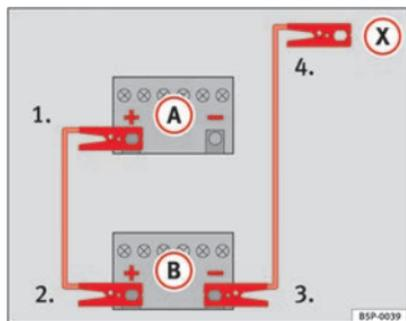
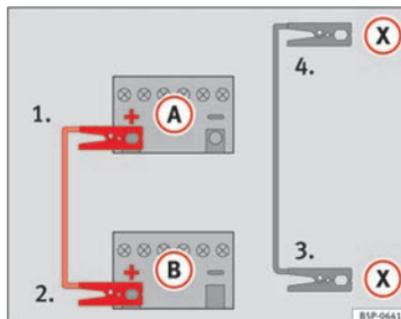

Fig. 173 Esquema de conexión para vehículos sin sistema Start Stop.
Fig. 174 Esquema de conexión para vehículos con sistema Start Stop.
- Emborne un extremo del cable *rojo* de emergencia al polo positivo (+) del vehículo con la batería descargada (A) ⇒ fig. 173.
- Emborne el otro extremo del cable *rojo* de emergencia al polo positivo (+) del vehículo que suministra la corriente (B).
- Emborne un extremo del cable *negro* de emergencia al polo negativo (-) del vehículo que suministra la corriente (B) ⇒ fig. 173.
- Emborne el otro extremo del cable *negro* de emergencia (X), en el vehículo con la batería descargada, a una pieza de metal maciza que vaya atornillada al bloque motor o al mismo bloque motor pero más alejado posible de la batería (A).
- Emborne un extremo del cable *rojo* de emergencia al polo positivo (+) del vehículo con la batería descargada (A) ⇒ fig. 174.
- Emborne un extremo del cable *negro* de emergencia (X) a un terminal de masa adecuado, a una pieza de metal maciza que vaya atornillada al bloque motor o al mismo bloque motor ⇒ fig. 174.